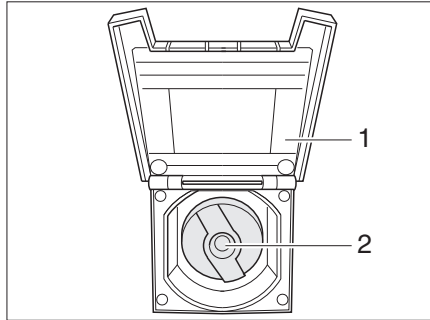

Fig. 338 Coperchio per bocchettone di riempimento dell'acqua potabile
- Aprire lo sportellino (Fig. 338,1) del bocchettone di riempimento dell'acqua potabile.
- Inserire la chiave nel cilindro della serratura (Fig. 338,2) e ruotare in senso antiorario di un quarto di giro.
- Aprire il bocchettone di riempimento dell'acqua potabile (Fig. 338).